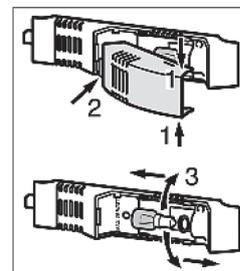

Рис. 6
- ▶ Возьмитесь за защитный колпак для лампы сверху и снизу *Рис. 6 (1)*.
- ▶ Отсоедините защитный колпак сзади и снимите его *Рис. 6 (2)*.
- ▶ Замените лампочку *Рис. 6 (3)*